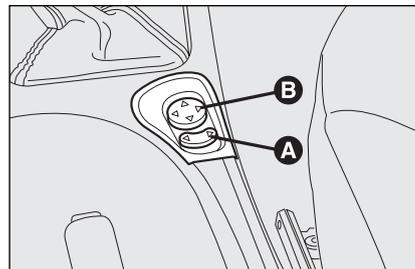

fig. 39
- par le sélecteur **A-fig. 39** sélectionner le rétroviseur (gauche ou droit) sur lequel effectuer le réglage;